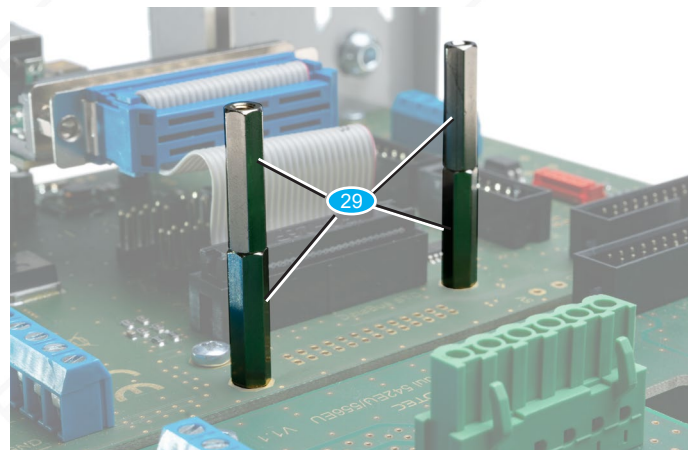

Bild 13: Doppelte Distanzhülsen
- Schrauben Sie zunächst auf die noch offenen Distanzhülsen auf dem C3 Bob (neben dem C3 Drive-Module, siehe Bild 13) zwei weitere Distanzhülsen, so dass sich die doppelte Höhe ergibt.